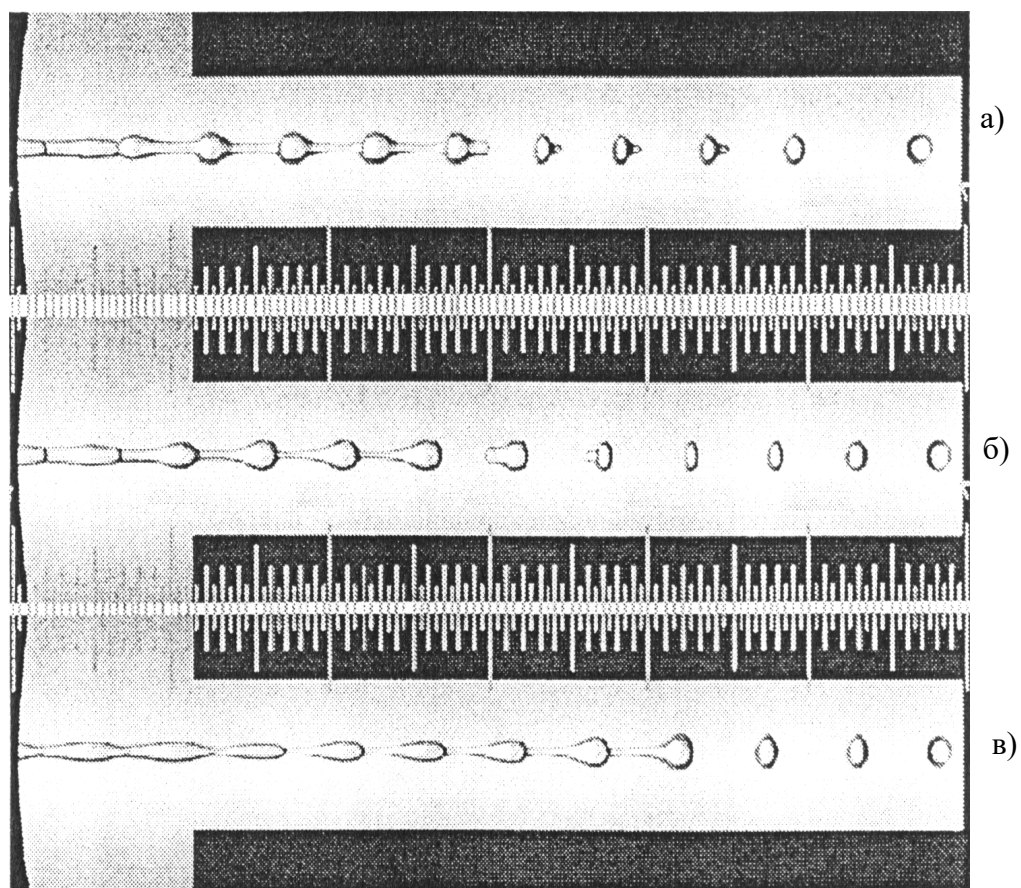

Рис.3.1.1 Вид каплеобразования при разных значениях амплитуды напряжения каплеобразования
5. Дробление струи происходит в области заряжающего электрода, видимой в линзе стробоскопа. Вид каплеобразования при различных значениях амплитуды напряжения синхронизации показан на рис.3.1.1.
- При малых значениях напряжения точка дробления удалена от сопла (рис.3.1.1 в). При этом, если точка дробления попадает в зону поля отклоняющих электродов, то может произойти электризация капель постоянным электрическим полем. Это нарушает работу ПГ и приводит к загрязнению ее элементов чернилами.
- По мере увеличения амплитуды напряжения происходит приближение точки дробления к соплу (рис.3.1.1 б) и выход на нормальный режим работы ПГ.
- При дальнейшем увеличении напряжения происходит нарушение формы каплеобразования (капли летят «хвостом» вперед) и резкое удаление точки дробления от сопла, затем она снова приближается к соплу, но каплеобразование носит искаженный характер («перемодуляция») (рис.3.1.1 а). Этот эффект ярко проявляется при использовании чернил на водной основе, для чернил на органических растворителях этот эффект может не проявляться.
Б. В наличии нормального каплеобразования (см. рис.3.1.1 б).